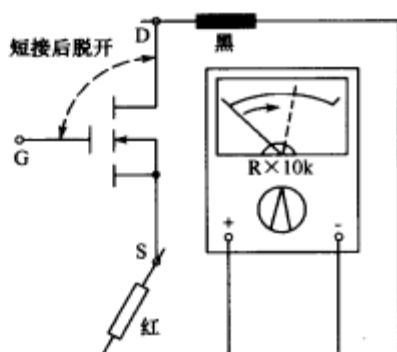

图 6-12 短接 VMOS 的 G、D 时测 R_{DS}
(3)紧接上述测量,将 G 与 S 间短路线去掉,表笔位置不动,将 D 与 G 短接一下再脱开,相当于给栅极注入了电荷,此时阻值应大幅度减小并稳定在某一阻值。此阻值越小说明跨导值越高,管子的性能越好。如果万用表指针向右摆幅很小,说明管子的跨导值较小。具体测试操作如图 6-12 所示。